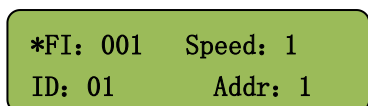

图 2
方法二：分控单个固定：先拔掉主控网线，单个分控设置在，选择好 ID 编号，芯片型号-----长按“确定 OK”键，锁定分控参数，当把所有的分控参数全部设置完成后接入主控 W-100C 输出端即可，此时主控上面的芯片型号就可以不用跟分控一致**(此方案仅用于分控无法正常连接或者需设定不同参数的场合)。如图 2 所示**
- 锁定分控参数：长按 确定 OK 键锁定 左上角显示* 如图 2